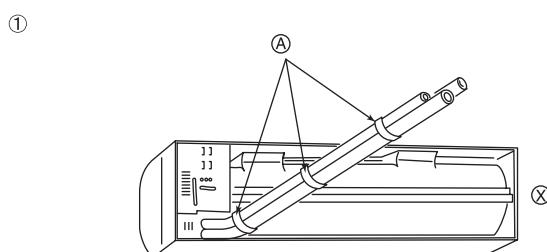

Fig. 3-4
① Das Loch mit einem Gewinde versehen.
② Die Horizontale kann leicht ermittelt werden, wenn man ein Gewicht an einer Schnur hängt und diese an der Markierung ausrichtet.
① Hintere, rechte und untere Rohrleitungeng (Fig. 3-4)